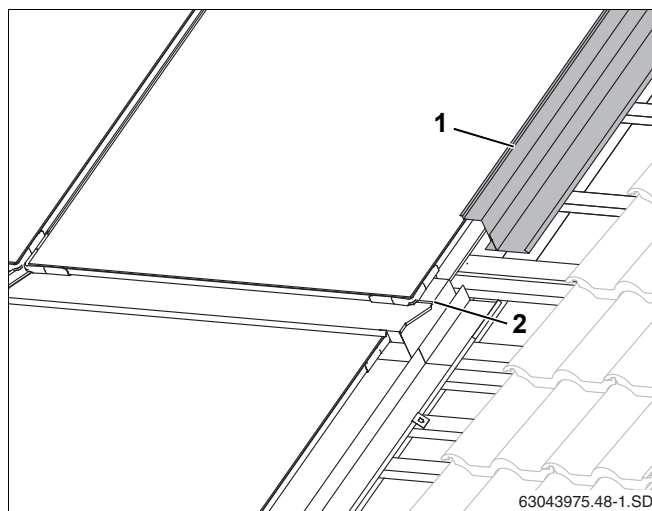

Рис. 55 Верхний правый накладной лист
- ▶ Верхние боковые накладные листы (рис. 55, поз. 1) смонтируйте так же, как нижние (Глава 10.2 "Боковые накладные листы").
<p>из-за негерметичности крыши.</p> <ul style="list-style-type: none"> ▶ Сдвиньте боковые накладные листы на фальц среднего накладного листа (рис. 55, поз. 2).